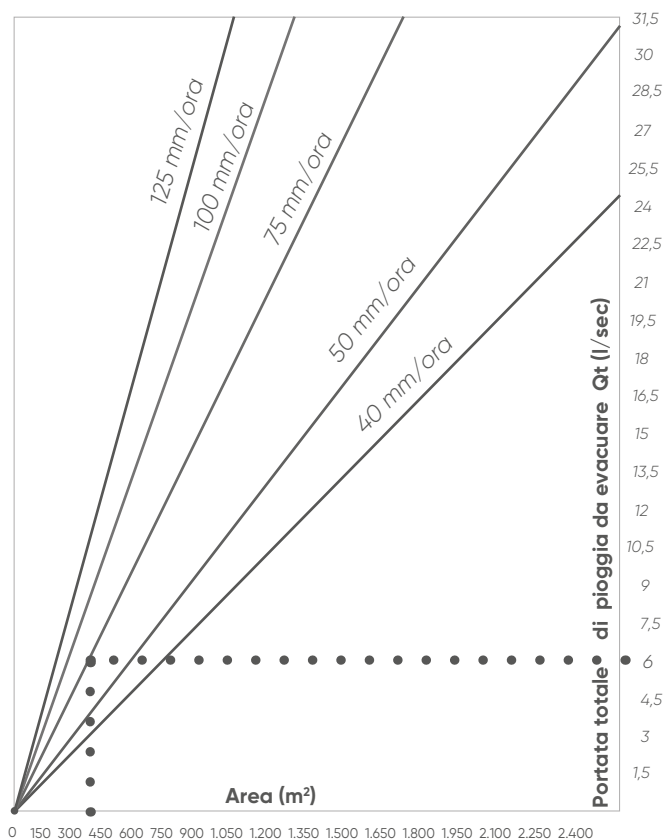

Fig. 4
2) Ricerca della superficie corrispondente nel grafico della fig. 4; relativa collimazione con la retta di intensità pluviometrica; rilievo della proiezione del punto così ottenuto, sull'asse delle portate di pioggia da evacuare, ottenendo: circa 6 l/sec
I valori risultanti dal grafico di fig.4, sono dei valori medi, e non tengono conto di eventuali fattori esterni (pendenza e natura delle superfici) che possono influenzare notevolmente i risultati.